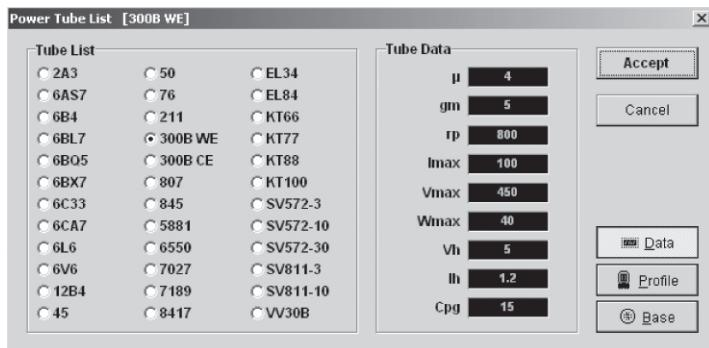

Рис. 8.1. Ламповая библиотека
- ♦ широкий выбор ламп (триоды и пентоды в триодном включении, см. рис. 8.1);